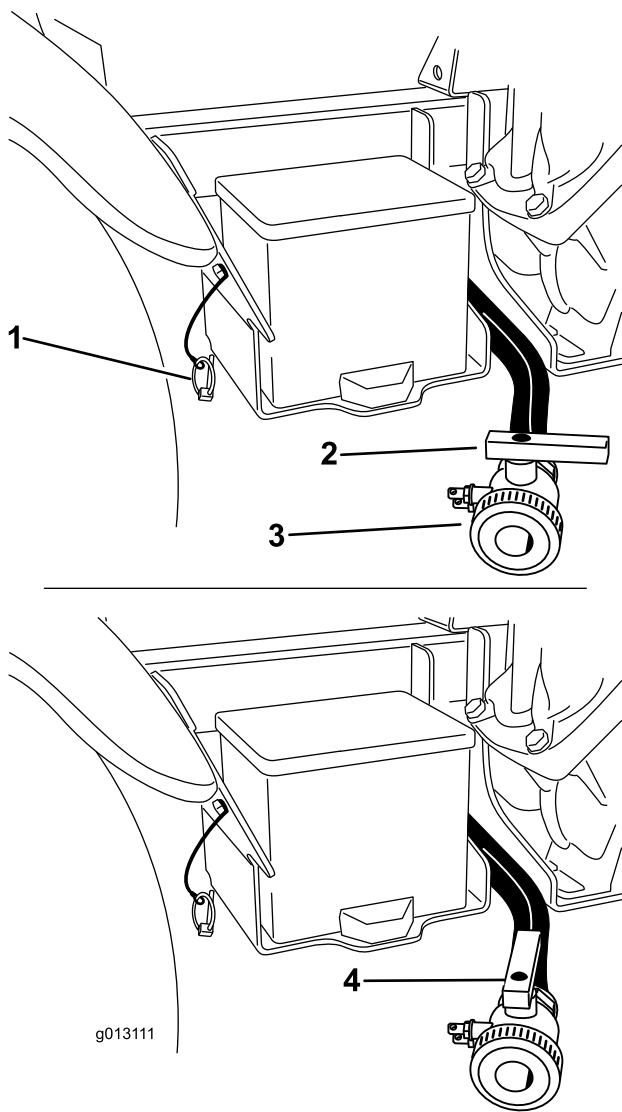

図 26
- B. タンク・ドレン・ハンドルを操作して残っている薬液を全部排出し、地域の法律や規則、メーカーの指示に従って適切に処分する(図 26)。これにより、配管内部に残っている薬剤も完全に排出される。
3. 排出が完全に終了したら、ドレン・バルブを閉じ、バルブをブラケットにリンチ・ピンで元通りに固定する（図 26）。